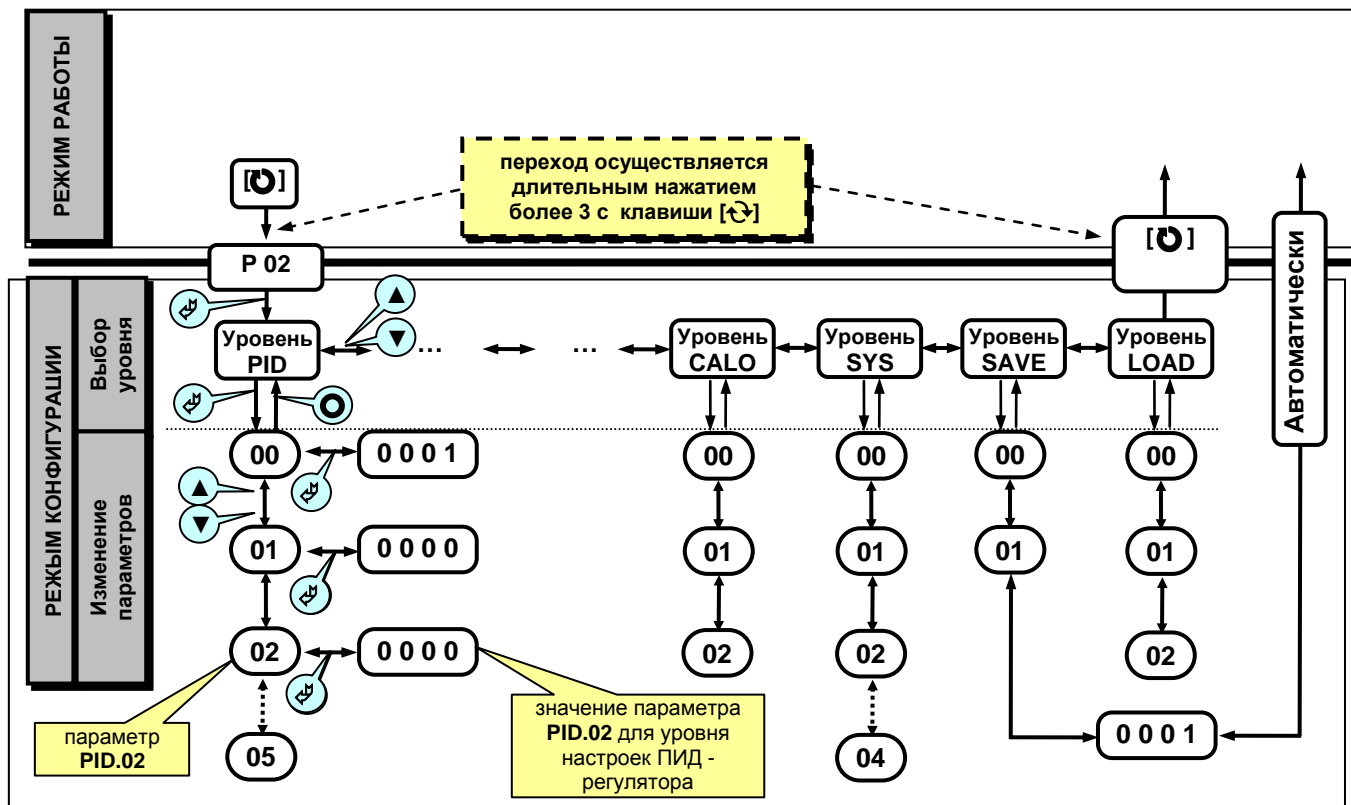

Рисунок 4.5 - Диаграмма режима конфигурации и настроек.
• Параметры разделены по группам, каждая из которых называется "уровень". Каждое заданное значение (элемент настройки) в этих уровнях называется "параметром". Параметры, используемые в регуляторе МИК-112, сгруппированы в следующие 18 уровней и представлены на диаграмме – см. рисунок 4.5. Индикация значения параметров конфигурации и их номеров указаны на рисунке. 4.6.